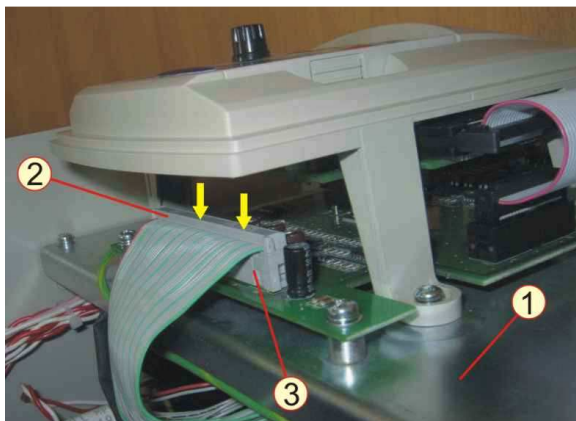

Рисунок 7.9
7.5.2 Соединить розетку кабеля 2 с разъемом 3 на плате центрального процессора (рисунок 7.9).